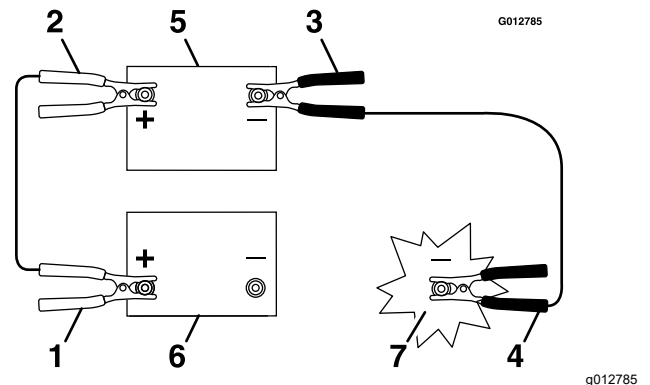

Bild 82
4. Schließen Sie das Pluskabel (+) an den Pluspol (+) der entladenen Batterie an, der am Anlasser oder an der Stromspule angeschlossen ist, wie in Bild 82 dargestellt.